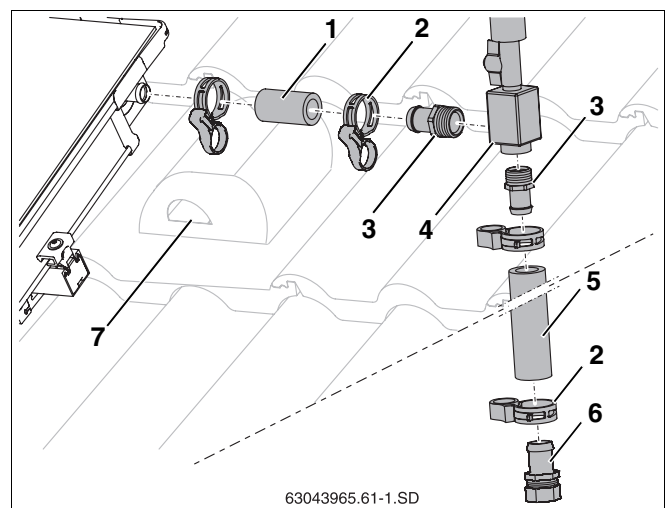

Fig. 57 Conexión del purgador por encima del tejado
- ▶ Coloque el tubo solar corto (55 mm, fig. 57, **pos. 1**) en la conexión de impulsión del campo de colectores y fíjelo con una abrazadera.
- ▶ Enrosque fijamente las boquillas portatubo R $\frac{3}{4}$ con juntas tóricas (fig. 57, **pos. 3**) en el acumulador de aire (fig. 57, **pos. 4**).
- ▶ Introduzca las boquillas portatubo (fig. 57, **pos. 3**) hasta el tope en los tubos solares (fig. 57, **pos. 1 y 5**) y fíjelas con abrazaderas (fig. 57, **pos. 2**).
- ▶ Introduzca la boquilla portatubo con rosca de conexión (fig. 57, **pos. 6**) hasta el tope en el tubo solar y fíjela con una abrazadera.
- ▶ Introduzca el tubo solar junto con el cable de la sonda a través de la teja de ventilación (fig. 57, **pos. 7**) y del aislamiento del tejado.
- ▶ Conecte el tubo colector a la boquilla portatubo con rosca de conexión (18 mm) (fig. 57, **pos. 6**).